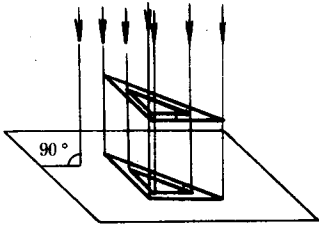

图 1-1 正投影
(1) 正投影 当投影线互相平行，并与投影面垂直时，物体在投影面上所得的投影，称为正投影，见图 1-1。